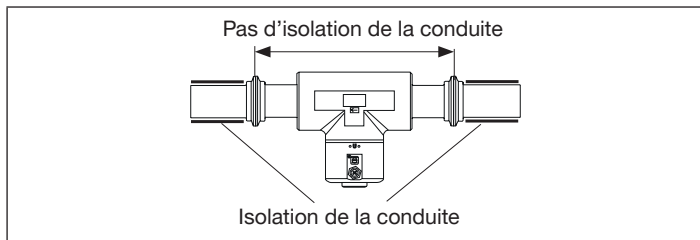
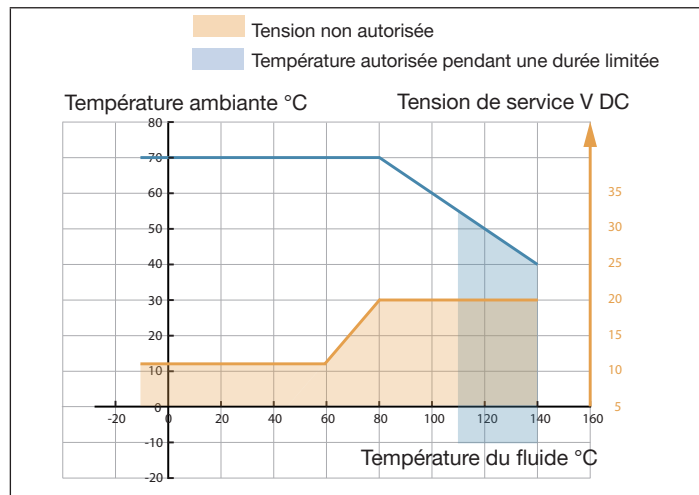

Fig. 10 : Isolation thermique de la conduite
Fig. 15 : Tension d'alimentation minimum en fonction de la température ambiante et de la température du fluide
- Si la conduite est équipée d'une isolation thermique, ne pas isoler thermiquement le tube de mesure de l'appareil pour s'assurer que la température dans l'appareil reste inférieure à 70°. Voir « Fig. 10 » et, pour la tension d'alimentation minimale, voir « Fig. 15 »
- Respecter la tension d'alimentation minimale, voir « Fig. 15 ».